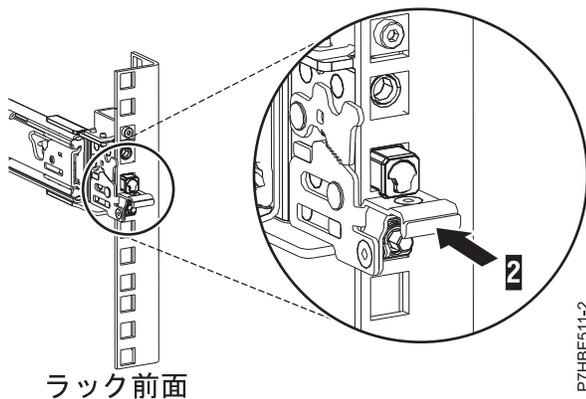

図 23. ラックの前面レールに取り付けられているラッチ
7. スライド・レールを前方に引きながら、3つのピンがラックの穴から突出していることを確認した後に前面ラッチ (2) を最後まで押し込みます。詳しくは、図 23 を参照してください。